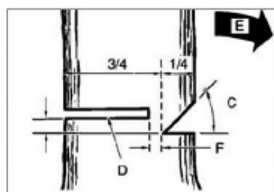

Figura 9
1. Inicie fazendo o corte em cunha (C) no lado da árvore que aponta para a direção de queda (E).
2. Assegure-se de não fazer o corte inferior muito profundo. A cunha (C) deverá ser bastante profunda para criar uma articulação (F) de tamanho e força suficientes. A cunha deverá ser larga o suficiente para dirigir a caída da árvore pelo maior tempo possível. Nunca caminhe frente a uma árvore que foi cortada conforme a figura. Existe alto risco de a árvore cair a partir deste estágio.
3. Realize o corte de derrubada (D) a partir do lado oposto da cunha e de 3-5 cm (1.5 - 2.0") acima da borda inferior da cunha (C) (Figura 9).